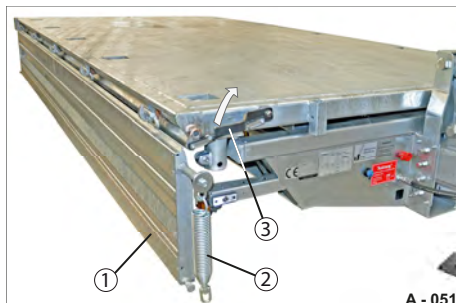

Abb. 33 Bordwand demontieren
- ▶ Halten Sie die Bordwand fest (ggf. Hilfsmittel benutzen) und öffnen Sie die Zentralverriegelung (Abb. 33/3). Die untere Pendel-Zentralverriegelung gibt die Bordwand frei.